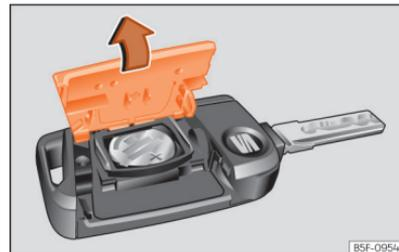

Fig. 65 Chave do veículo: abertura da tampa do compartimento da pilha.
- Retire a tampa na parte traseira da chave do veículo na direção da seta »» Fig. 65 , »» ①.